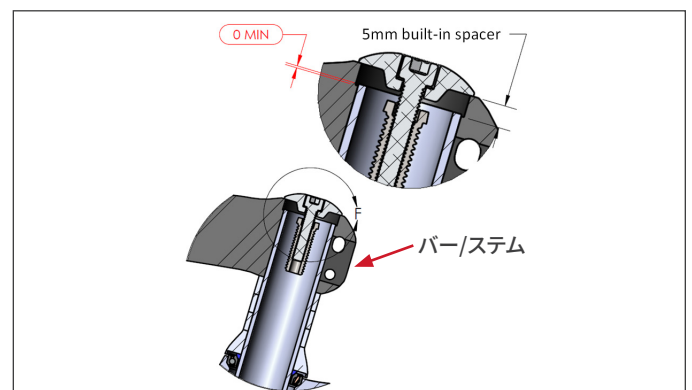

図 3
10. バー/ステムを完全に組み立てた状態では、ステアリングコラムはバー/ステムに内蔵されたスペーサーの段差と接しているかその上側にあるはず（図 3を参照してください）。